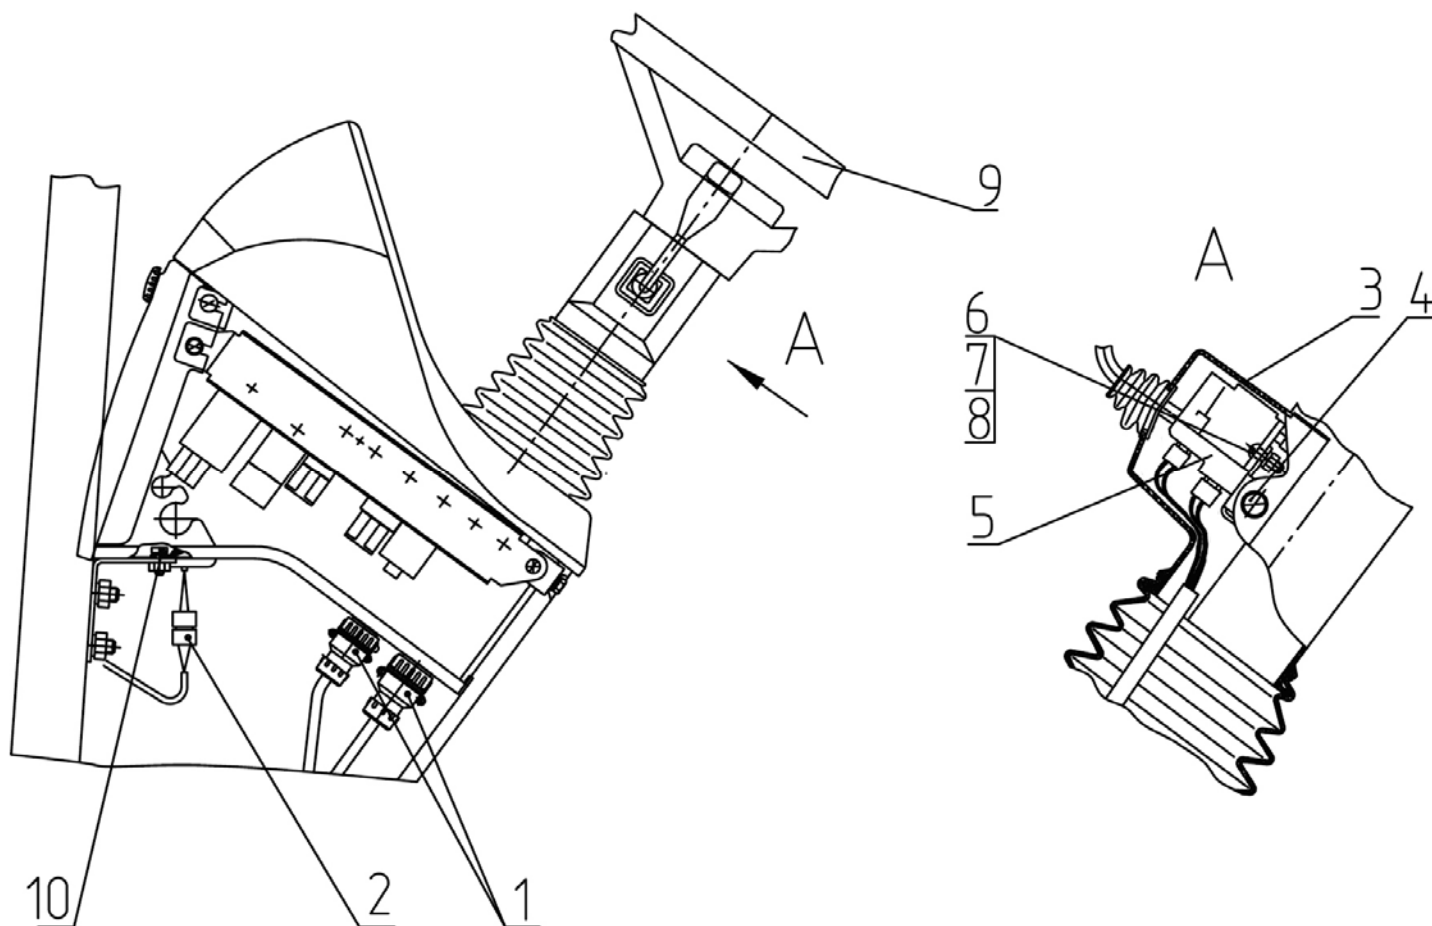

Рисунок 11.24
- б) отсоедините разъемы жгутов по двигателю, кабине и трансмиссии 1 (рисунок 11.24) на основании щитка приборов;
Для замены подрулевого переключателя 5 (рисунок 11.24) выполните следующее: